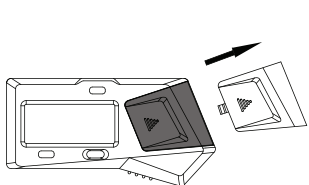

fig.1
---Retire la tapa de la batería (fig.1)